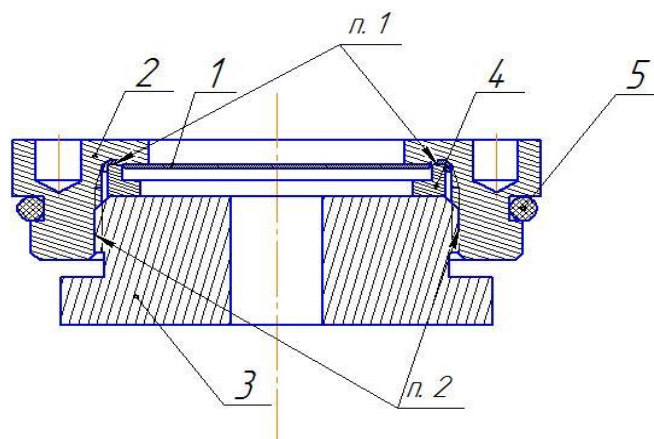

Рисунок 3
6.2.7 Открутить гайку **33**. Извлечь предохранительный клапан **3**. Устройство предохранительного клапана представлено на рисунке 3. Снять с проточки предохранительного клапана резиновое кольцо **5** (см. рисунок 3). Корпус МУПТВ извлечь из тисов.
6.9.1 Крышку 2 (см. рисунок 3) установить в специальном приспособлении или в слесарных тисах.